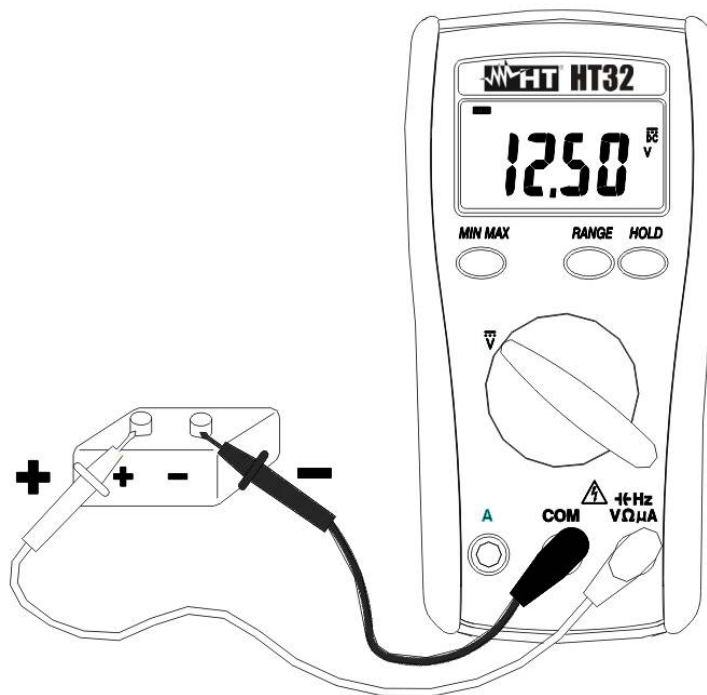

Abb. 3: DC Spannungsmessung
2. Verbinden Sie die Messleitungen wie folgt, die  $\rightarrow$  HzVΩμA Buchse und die schwarze in **COM** Buchse (Abb.3).
3. Verbinden Sie nun die rote und die schwarze Messleitung mit dem positiven und dem negativen-Pol (siehe Abb. 3); die Spannungsgröße wird automatisch erkannt und am Display angezeigt.